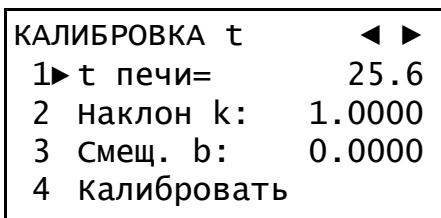

Рисунок 21 – Меню калибровки датчика температуры печи
5.4.3 В режиме ожидания нажать кнопку [Режим], после чего осуществить переход: «МЕНЮ» - «Калибровка» - «Датчик t». При входе в подменю «Калибровка» необходимо ввести пароль (п.4.8.1.8), после чего откроется меню калибровки датчика (см. рисунок 21).